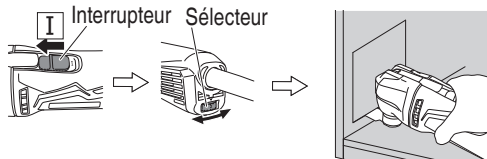

Fig. 6
1. Mettre l'outil sous tension et utiliser le sélecteur pour régler la vitesse de l'outil d'application. (Fig. 6)
2. Placer délicatement l'outil d'application sur le matériau et déplacer l'outil d'application vers l'avant à un rythme où le mouvement n'est pas ralenti. (Fig. 6)